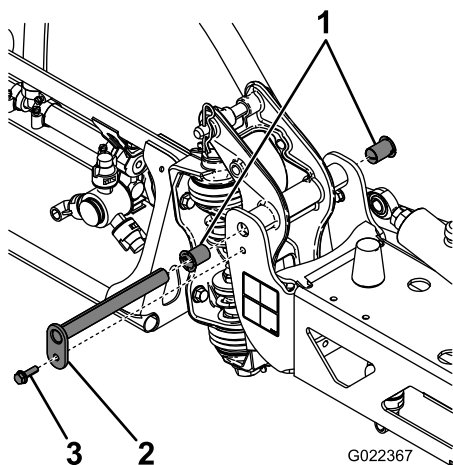

Figure 95
3. Lorsque le poids de la rampe est supporté, retirez le boulon et l'écrou de fixation de l'axe de pivot à l'ensemble rampe (Figure 95).
6. Déposez et examinez les bagues en nylon à l'avant et à l'arrière du support de pivot (Figure 95).
8. Montez l'ensemble rampe et support de pivot dans le bâti central en alignant les ouvertures (Figure 95).